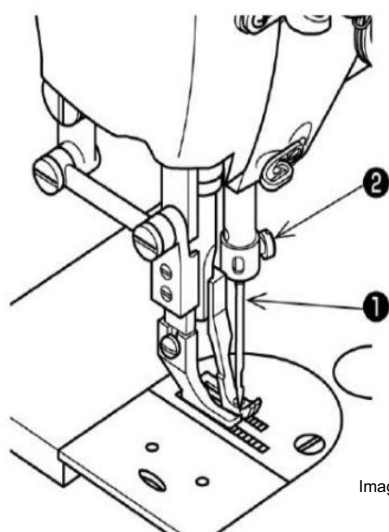

Imagen 11
- Levante la barra de la aguja hasta su posición más alta usando el volante. Afloje el tornillo (2) e inserte la aguja (1) en la barra de la aguja como se muestra en la imagen 11, de modo que la ranura (A) quede hacia la izquierda. Inserte la aguja hasta el tope y apriete el tornillo (2).